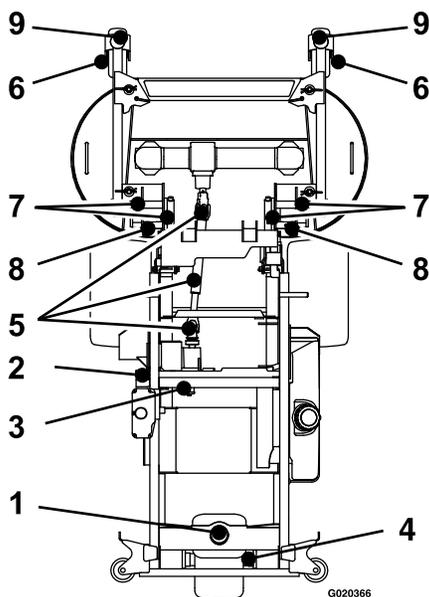

Figura 30
5. Lubrifique o braço intermédio da correia da bomba (Figura 30).